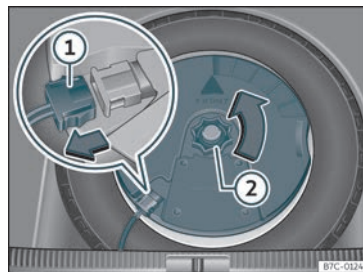

Fig. 217 Dans le coffre à bagages : démonter le subwoofer.
- Déconnectez le câble du haut-parleur *subwoofer*»» fig. 217 ①.
- Dévissez la molette de fixation en la tournant dans le sens inverse des aiguilles d'une montre»» fig. 217 ②.